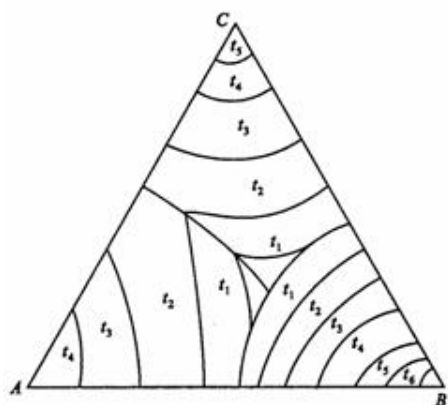

图6-9
6-21 如图6-9是最简单的三元系统投影图, 图中等温线从高温到低温的次序是:  $t_5 > t_4 > t_3 > t_2 > t_1$ , 根据此投影图回答: (1) 三个组元 $A$ 、 $B$ 、 $C$ 熔点的高低次序是怎样排列的? (2) 各液相面的陡势排列如何? 哪个最陡? 哪个最平坦? (3) 指出组成为 $65\%A$ 、 $15\%B$ 、 $20\%C$ 的熔体在什么温度下开始析晶? 析晶过程怎样? (表明液、固相组成点的变化及结晶过程各阶段中发生的变化过程)